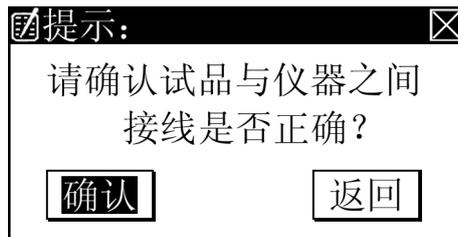

图 7.3
1) 将光标移到“测量”按钮，按“确认”键，出现对话框如图 7.3